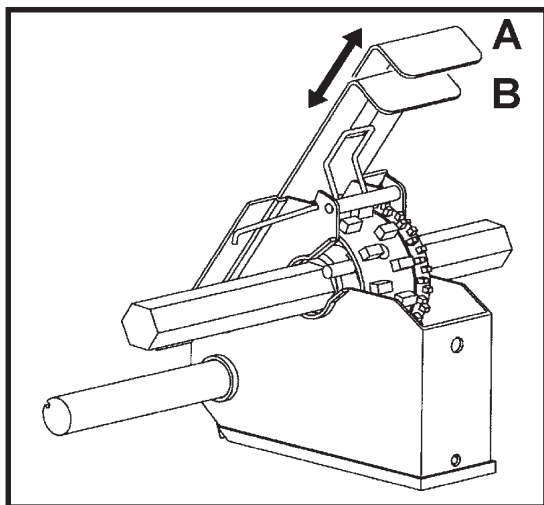

fig. 3
- 6) Colocar la TAJADERA DE CIERRE de todos los distribuidores (fig. 3) en la posición recomendada según el tipo de semilla que se vaya a sembrar, de acuerdo con la tabla de la página 19.